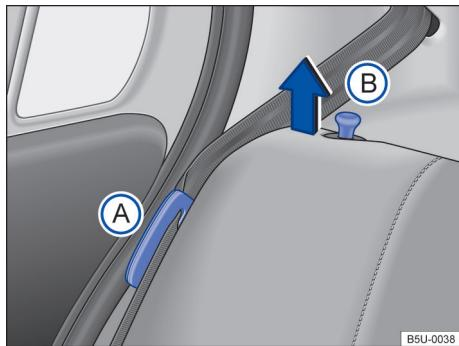
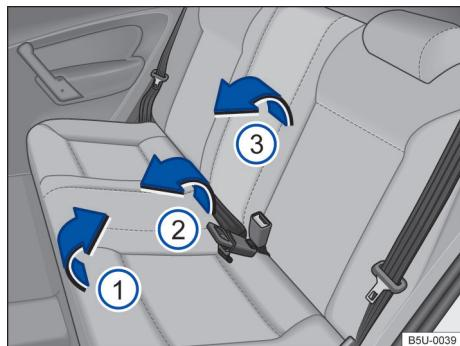

Fig. 57 Banco traseiro: posicionador do cinto de segurança (A) e pino de destravamento do encosto (B).
Fig. 58 Banco traseiro: rebater o banco traseiro.
- ◀ - Encaixar os caderços dos cintos nos respectivos alojamentos no revestimento lateral → Fig. 57 A).
- Puxar o assento pela parte da frente → Fig. 58 ① no sentido da seta, para cima.
- Levantar a parte traseira do assento → Fig. 58 ② e deslocar totalmente para a frente, de maneira que o assento fique o mais próximo possível do assoalho e do encosto do banco dianteiro.
- Puxar os pinos de destravamento → Fig. 57 B) e, ao mesmo tempo, rebater parcialmente o encosto do banco → Fig. 58 ③ e remover os apoios para cabeça → Página 71. Abaixar totalmente o encosto do banco traseiro.
- Encaixar os caderços dos cintos de segurança nos respectivos posicionadores → Fig. 57 A.
- Levantar os pinos → Fig. 57 B e, ao mesmo tempo, rebater parcialmente o encosto do banco traseiro → Fig. 58 ③.